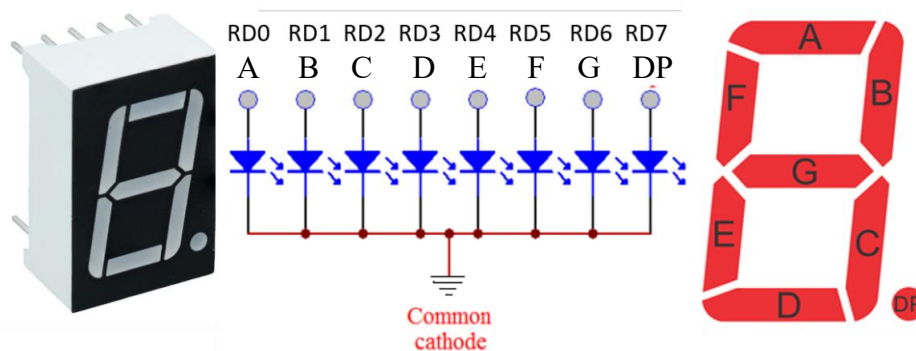

Fig. 8. Esquema dels 7-segments.
- Representeu el valor d'aquesta variable al display de 7-segments. Haureu de seleccionar quins leds encendre per visualitzar cada número (mireu la Fig. 8). Per cada un dels deu dígit {0,1,2,..9} creareu un mapa de 8 bits que s'ha d'escriure al PORTD com a sortida.